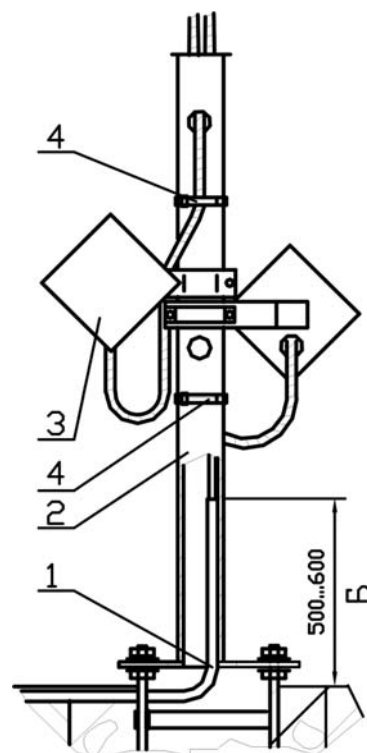

Рис.10.5
10.3.4 После затвердевания раствора пропустить кабель 1 (рис. 10.5) связи с концентратором или ППК через нижнее отверстие стойки 2 и вывести его наружу через верхнее отверстие, прикрепить стойки к опорам с помощью гаек в соответствии с рис. 10.5. С помощью гаек и отвеса, выровнять вертикальное положение стоек, «затянуть» гайки, смазать соедине-
*Примечание. В случае применения бронированного кабеля или кабеля с «толстой» оболочкой, препятствующего пропусканию через стойку кабелей от БПРД (БПРМ) 3, предварительно снять бронь или уменьшить толщину оболочки выше участка «Б» (рис. 10.5), чтобы обеспечить свободное пропускание кабелей через стойку.*
10.3.5 Установить на стойки кронштейны УК-СТ1 (УК2-СТ1) в местах размещения БПРД (БПРМ) рис. 10.5.
10.3.16 Для предотвращения раскачивания кабелей в металлорукавах под действием ветра, с помощью хомутов 4 (рис. 10.5) из комплекта поставки прикрепить к стойке наружные отрезки кабелей на участках от **блоков** до отверстий в стойках.